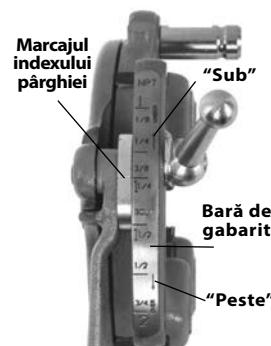

Figura 7 – Reglarea dimensiunii filetelui
3. Porniți cu marcajul indexului pârghiei aliniat cu marcajul de gabarit dorit pe bara de gabarit. Pe capetele-filieră pentru bolturi, așezați marcajul pârghiei în linie cu bara de gabarit. Pentru filetele de bolturi cu cap-filieră universal, setați toate filierele pentru bolturi la linia BOLT pe bara de gabarit (Figura 7).